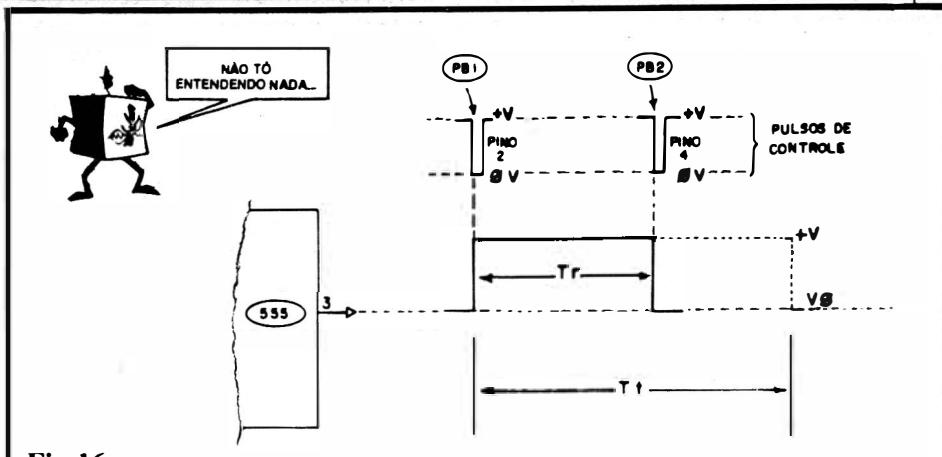

Fig.16
- FIG. 16 - DIAGRAMA DE ESTADOS E TENSÕES, NUM TEMPORIZADOR “ABORTÁVEL” - O diagrama mostra as condições nos pinos 2 (gatilho ou disparo), 4 (abortar ou reset) e 3 (Saída do 555, num arranjo como o sugerido na fig. 15. Observem que o Tempo total (T_t) depende unicamente dos valores de CT e RT, mas que tal período pode ser “encurtado”, pelo simples acionamento de PB2 (pulso negativo no pino 4), com o que a Temporização ficará reduzida a um período real (T_r) obviamente menor do que “ T_t ”... A propósito: estando o MONOESTÁVEL em repouso (stand by) o pino de reset não tem função... Pode ser premido PB2 (negativando brevemente o pino 4) que nenhuma alteração de estado será notada na Saída... Sua atuação tem valor e efetividade durante o período de Temporização (T_t)...